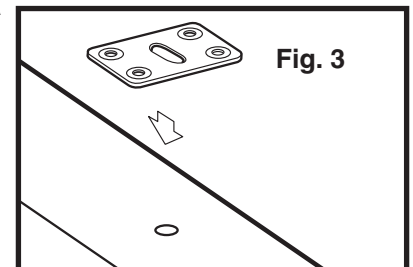

Fig. 3
3. Attach bottom beam clamps (slotted) to the side of the beam used for measuring hole location using four 2-1/2" screws per clamp (Fig. 3). Beam clamps should be placed over holes for accessories. **NOTE:** Enough swing hangers and clamps are provided for included accessories. One accessory area will be open.
3. Sujete las abrazaderas de abajo de la viga (con ranuras) al lado de la viga, que se ha usado para medir la ubicación de los huecos, usando cuatro tornillos de 2-1/2" por abrazadera (Fig. 3). Las abrazaderas de la viga deben estar puestas sobre los huecos para accesorios. **NOTE:** Hay suficientes colgadores de columpio y abrazaderas para los accesorios incluidos. Un área de accesorio quedará abierta.
3. Fixer les attaches de poutre inférieures (à fente) sur le côté de la poutre ayant servi à mesurer l'emplacement des trous en utilisant quatre vis de 2 1/2 po par attache (Fig. 3). **NOTA :** Le nombre de crochets de balançoire et d'attaches correspond au nombre d'accessoires inclus. Un emplacement pour accessoire restera libre.